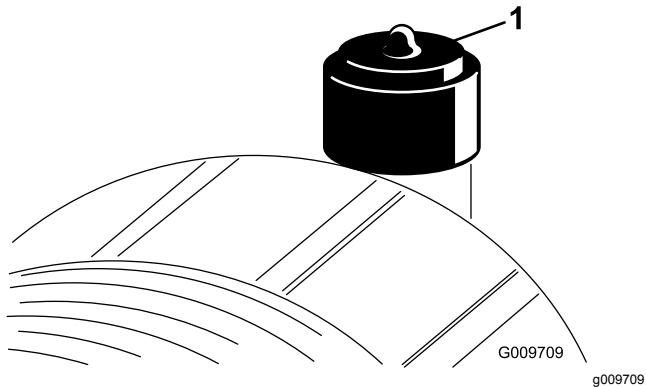

Figura 42
- Substitua o elemento do filtro do ar quando o indicador do filtro de ar (Figura 42) ficar vermelho. Não limpe em demasia o elemento do filtro de ar.